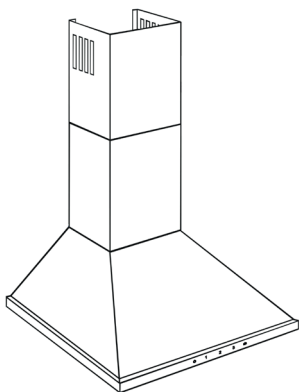

Рис. 4
2. Снять алюминиевый фильтр (Рис. 4).